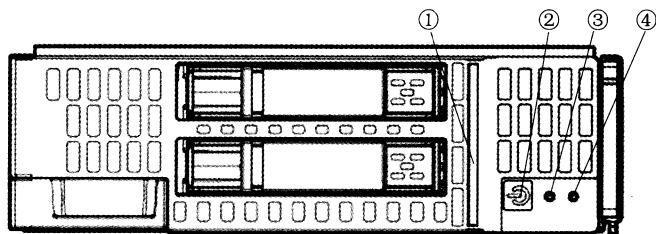
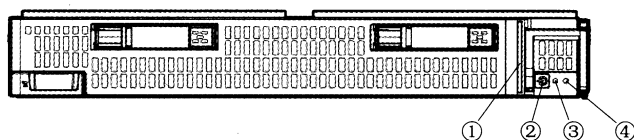

图 9-77 半高服务器前面板指示灯
图 9-78 全高服务器前面板指示灯
FlexServer 前面板主要包括健康指示灯①、系统电源指示灯②、UID 指示灯③和 FlexibleLOM LED 指示灯④。如图 9-77、图 9-78 所示分别是半高和全高刀片服务器。